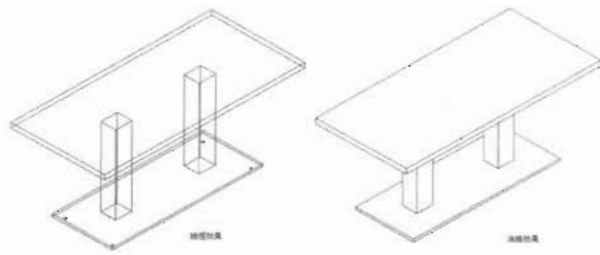

图 13-107
(12) 在命令行中输入 Hide (消隐) 菜单命令, 可以观察到模型消隐后的实体效果, 如图 13-107 所示。